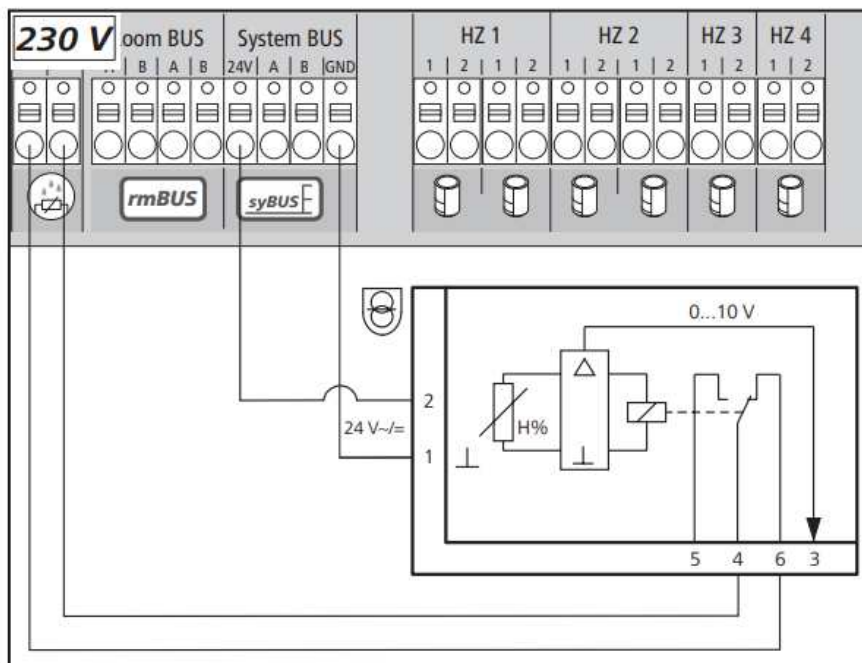

Imagen 6
- Es posible instalar un sensor opcional de humedad que sirve para proteger el sistema en el modo de enfriamiento. (Ver Imagen 6)